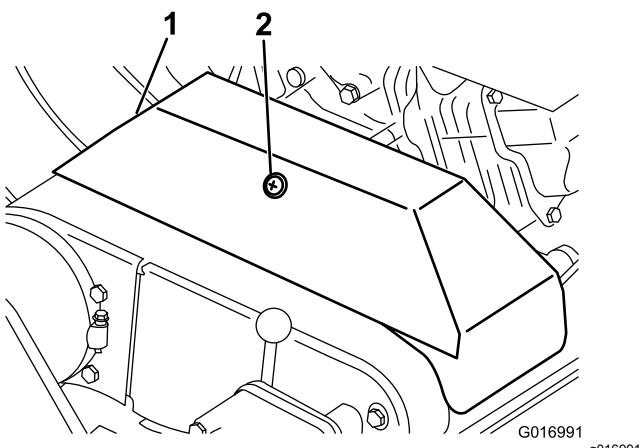

**Figura 40**
- Per ridurre la tensione del cavo, allentate il controdado del cavo anteriore e serrate il controdado posteriore (Figura 40). Ripetete i passaggi 1 e 2 e regolate la tensione se necessario.
- Per aumentare la tensione del cavo, serrate il controdado del cavo anteriore e allentate il controdado posteriore (Figura 40). Ripetete i passaggi 1 e 2 e regolate la tensione se necessario.